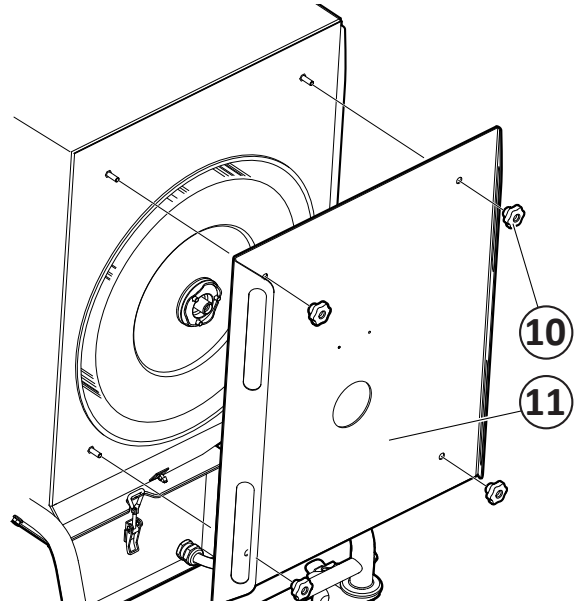

Fig. 20
5. Dévissez les contre-écrous (6) de la plaque de protection (7).
6. Démontez le palier (8).
7. Dévissez les poignées (10, Fig. 20) et retirez le couvercle du filtre (11).
5. Remontez et attachez le couvercle du filtre (10, Fig. 20) sur le châssis. Contrôlez que la cartouche de filtre est centrée sur l'ouverture dans le couvercle du filtre et vérifiez que le joint entre le couvercle et le châssis est adéquat.
11. Remontez et attachez le couvercle du filtre (10, Fig. 20) sur le châssis. Contrôlez que la cartouche de filtre est centrée sur l'ouverture dans le couvercle du filtre et vérifiez que le joint entre le couvercle et le châssis est adéquat.